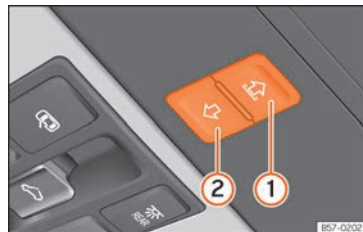

Fig. 91 No revestimento interior do teto: botões da cortina para o sol.
Os botões » Fig. 91 ① e ② têm dois níveis. No primeiro nível pode abrir-se ou fechar-se a cortina para o sol total ou parcialmente.
- *Cortina para o sol:* antes que decorram aprox. 5 segundos desde a ativação da função antientalamento, pressione o botão » » Fig. 91 até que a cortina para o sol se feche completamente.